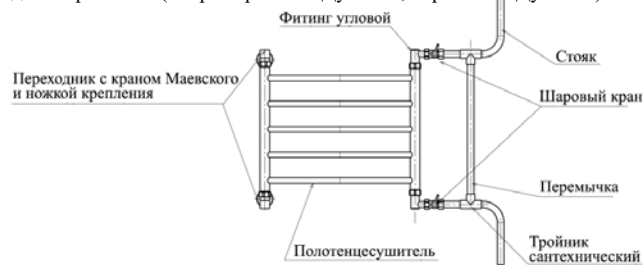

Рис.2 Шунтирующая обводка
4.3. При установке и подключении полотенцесушителя должны быть соблюдены все требования СНиП 2.04.01-85, СНиП 2.04.07-86*, СП 731330.2102, СП 40.103.98, а также «Правил и норм технической эксплуатации жилищного фонда». В случае монтажа полотенцесушителя непосредственно к стояку, необходимо установить шунтирующую (обводную)перемычку (рис.2), диаметр которой должен быть на размер меньше диаметра стояка(например: стояк Ду 32мм, перемычка Ду 25мм).
4.4. Конструкция полотенцесушителя «Универсал» позволяет устанавливать полотенцесушитель справа или слева от подводящих водопроводов, так же возможно нижнее или диагональное подключение. В любом случае следует убедиться, что, хотя бы один кран Маевского располагается в верхней части полотенцесушителя (рис.2).
5.9. По истечении срока службы полотенцесушителя или фитингов перекрыть шаровые краны (рис.2), вызвать специалиста организации, оказывающей жилищно-коммунальные услуги, и заменить изделие на новое.